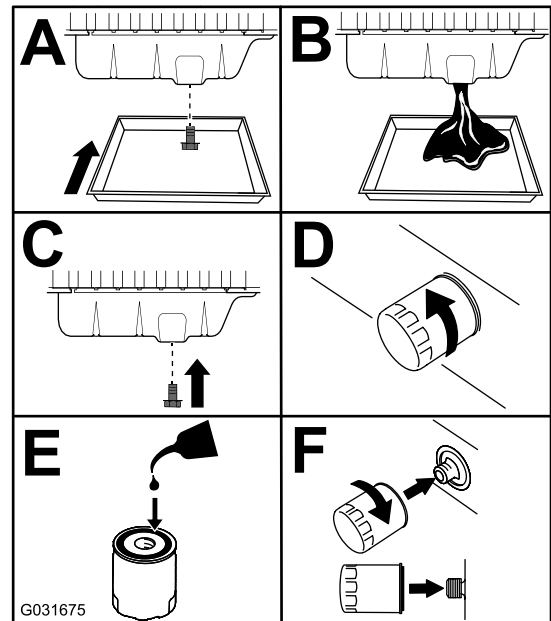

Bild 51
3. Tauschen Sie das Motoröl und den Motorölfilter aus (Bild 51).